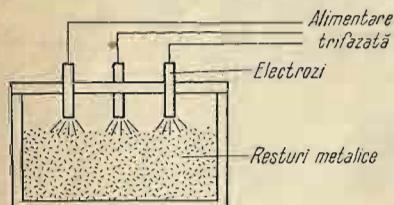

Fig. 39. Cuptor cu arc electric pentru deșeuri metalice.
*Un cuptor cu arc direct* are trei electrozi de grafit conectați la un sistem trifazat de tensiuni, arcul electric formîndu-se între aceștia și șarja metalică (fig. 39). Electrozii sunt inițial în contact cu șarja, după care curentul este menținut de arc. În acest fel se poate obține o temperatură de 3 500°C.